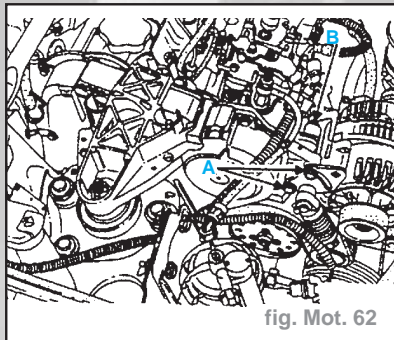

fig. Mot. 62
- les vis (A) de fixation du tendeur ainsi que la vis (B) du support tirant de tension courroie alternateur (fig. Mot. 62)